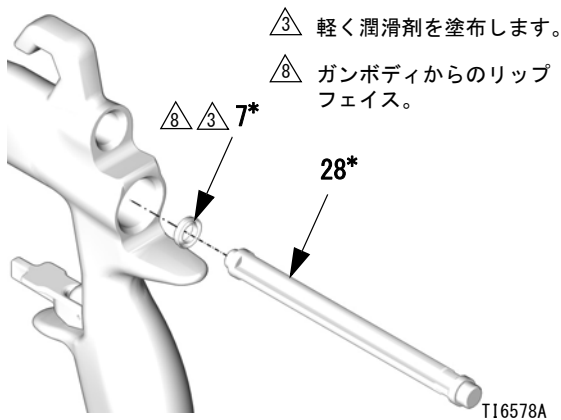

図 . 41
3. 新しいu-カップパッキン (7*) を、u-カップリップが図のようにシール取り付け具 (28*) に向いた状態でシール取り付け具にセットします図 . 41。u-カップをガンの背面にはっきりパチンという音が聞こえるまで押し込みます。